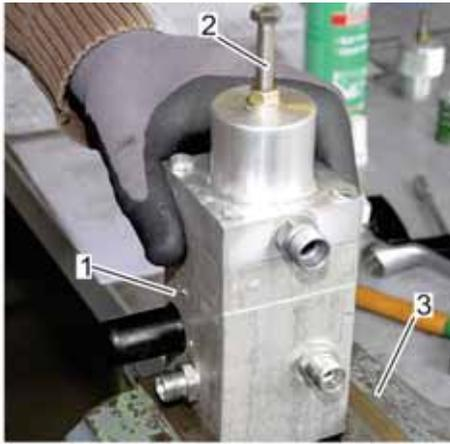

Abb. 51: Hilfsdruckstufe einspannen
1. Das Gehäuse (Abb. 51/1) mit dem Sollwertesteller (Abb. 51/2) nach oben in einen Schraubstock (Abb. 51/3) einspannen.